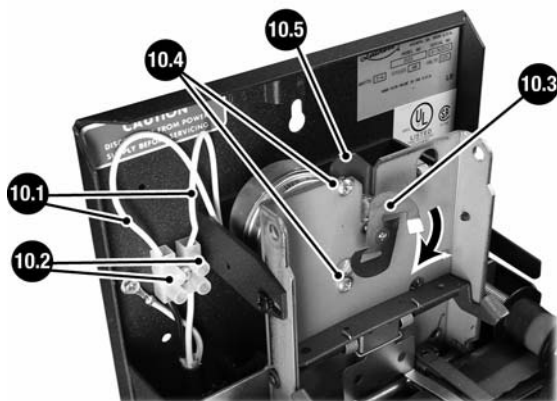

Figure 10
3. **La Figure 10** montre un gros plan du bornier de came.